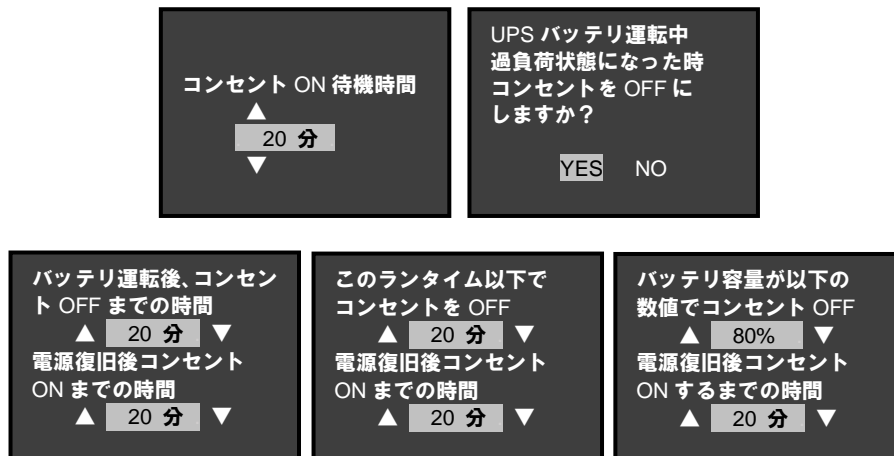

図 3-14 設定画面
2) 2 設定を選択し、ENTER を押して設定画面を開きます(図 3-14)。